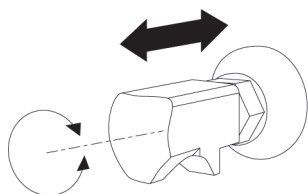

Fig. 16
Es posible regular la presión ejercida por la puerta en la junta atornillando el perno para aumentarla o destornillando el perno para disminuirla (**Fig 16**).
Encienda el horno pulsando la tecla "ON/OFF" (Fig. 16-ref. 1), en el display aparecerá la pantalla inicial "HOME" (Fig. 16-ref. 2).